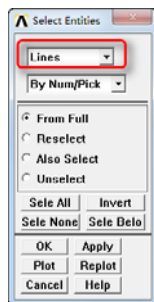

图 7-86 “Select Entities”对话框
①依次选择 Utility Menu→Select→Everything。
②依次选择 Utility Menu→Plot→Lines, 重新绘制直线。
③依次选择 Utility Menu→Select→Entities, 会弹出“Select Entities”对话框。在第一个下拉框中选择“Lines”, 在第二个下拉框中选择“By Num/Pick”, 在第三个单选框中选择“From Full”, 如图 7-86 所示。单击“OK”按钮, 会弹出“Select Lines”对话框, 选择线段 L2、L4, 单击“OK”按钮关闭对话框。
④依次选择 Utility Menu→Select→Entities, 会弹出“Select Entities”对话框。在第
⑥依次选择 Utility Menu→Select→Entities，会弹出“Select Entities”对话框。在第一个下拉框中选择“Lines”，在第二个下拉框中选择“By Num/Pick”，在第三个单选框中选择“From Full”，如图 7-86 所示。单击“OK”按钮，会弹出“Select Lines”选择对话框，选择线段 L1、L3，单击“OK”按钮关闭对话框。